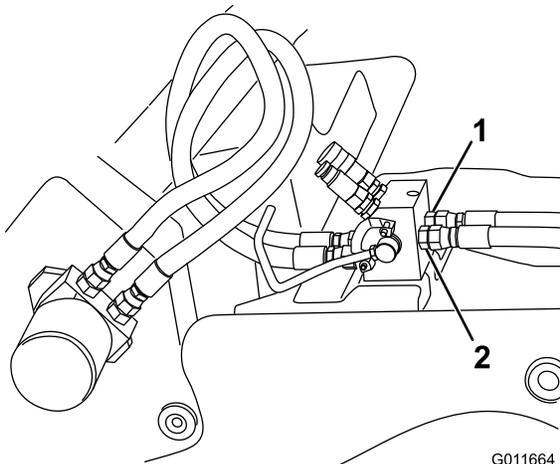

Bild 16
3. Schließen Sie das gerade Ende des Schlauchs an den Anschluss T (rechter Anschluss) hinten am Hydraulikverteiler an (Bild 16).
6. Schließen Sie das gerade Ende des Schlauchs an den Anschluss P (linker Anschluss) hinten am Hydraulikverteiler an (Bild 16).
8. Verlegen Sie die Schläuche so, dass die offenen Anschlussstücke an den offenen Anschlüssen am Hydraulikmotor am Grabenfräsen sind (Bild 16).